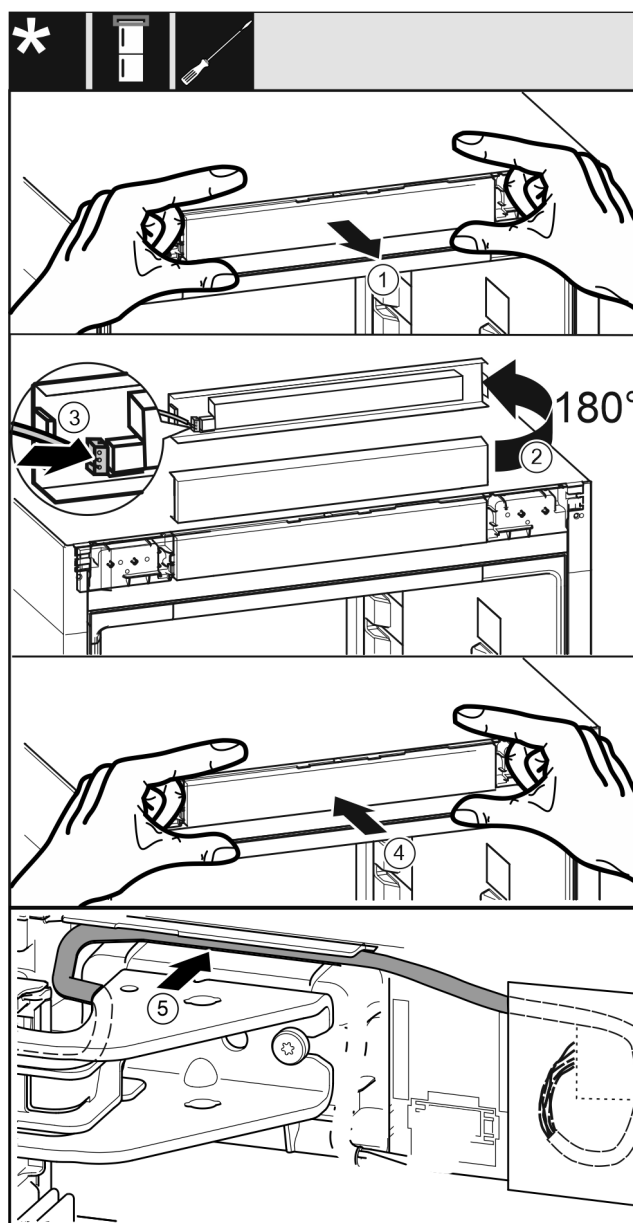

Fig. 53
- ▶ Retirer avec précaution le panneau de commande Fig. 53 (1).
- ▶ Tourner le panneau de commande Fig. 53 (2) de 180° vers le haut.
- ▶ Enclencher le connecteur Fig. 53 (3) sur le cache du panneau de commande.
- ▶ Enclencher à nouveau le panneau de commande Fig. 53 (4) sur l'appareil.
- ▶ Poser avec précaution le câble Fig. 53 (5) dans le guide au-dessus du support de palier supérieur.